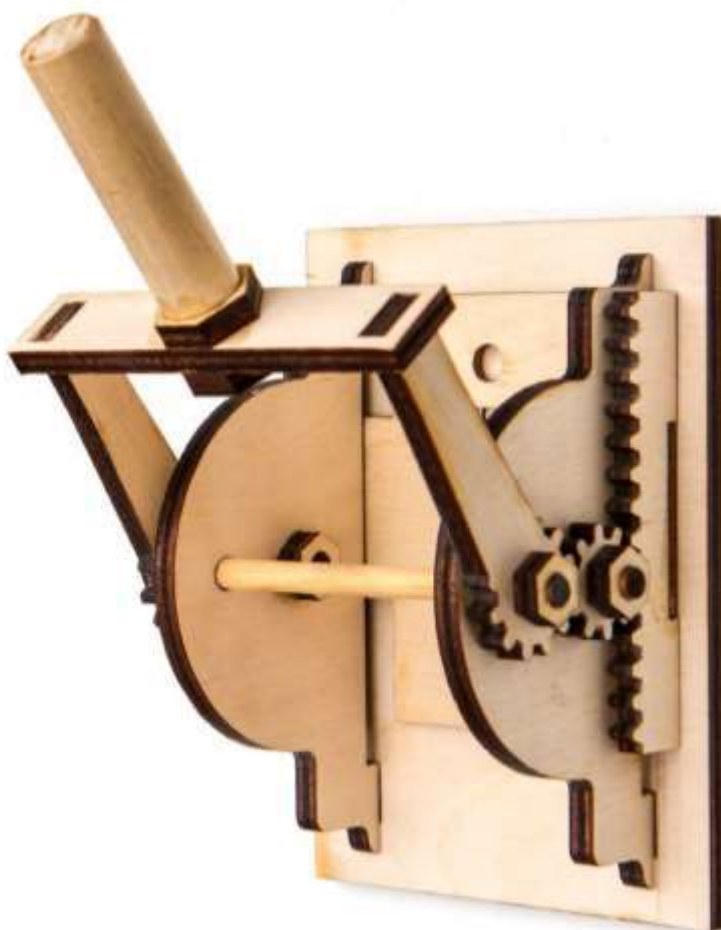

Рисунок 1 – Пример выключателя фонаря
1. По указанным данным, сделайте выключатель фонаря (Рис. 1).